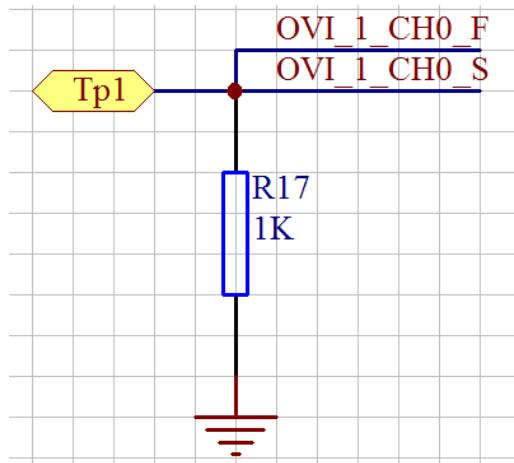

图 1.1 OVI 测试线路图
(1) 示例线路如下图 1.1 。
如上图 1.1 , 将 1K 欧姆的电阻一端接地, 一端接 OVI 的 0 通道, OVI 加电压测试流过电阻的电流 (加电流测电压亦可), 再根据欧姆定律算出阻值, 接近 1K 欧姆。